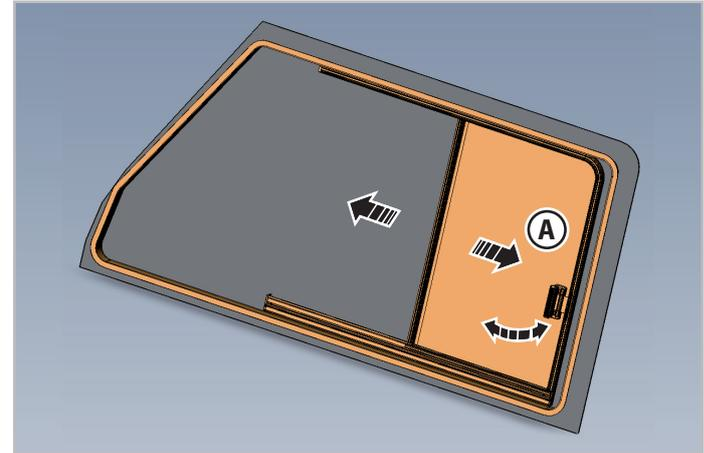

Fig.3.2 - Ventanilla corredera lado pasajero
1. Presione sobre el gancho de la manilla trasera (A - Fig.3.2) soltándola del retén para desbloquear la ventanilla.
2. Tire de la manilla (A - Fig.3.2) para mover la ventanilla hacia delante hasta la posición que desee.
1. Tire de la manilla (A - Fig.3.2) llevando la ventanilla a la posición de cierre hasta que la manilla quede totalmente encajada en el retén.